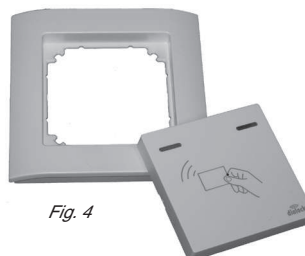

Fig. 4
- Telai e coperchi (Fig. 4) sono disponibili in modelli diversi e tinte diverse.